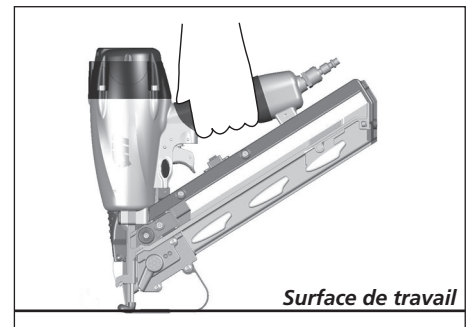

Figure 16
5. Enfoncer la PC contre la surface de travail sans tirer la gâchette (Voir la Figure 16). La cloueuse **NE DOIT PAS ÊTRE EN MARCHÉ**. Ne pas utiliser l'outil s'il fonctionne sans tirer la gâchette. Des blessures pourraient en résulter.